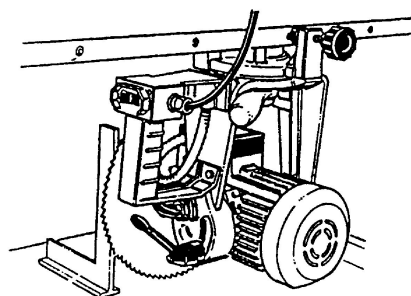
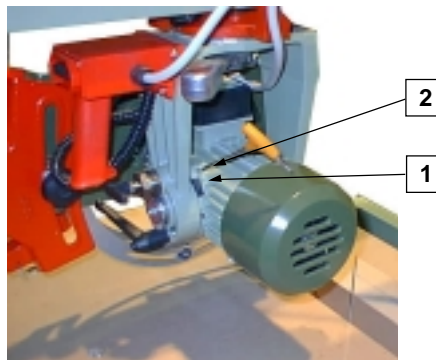
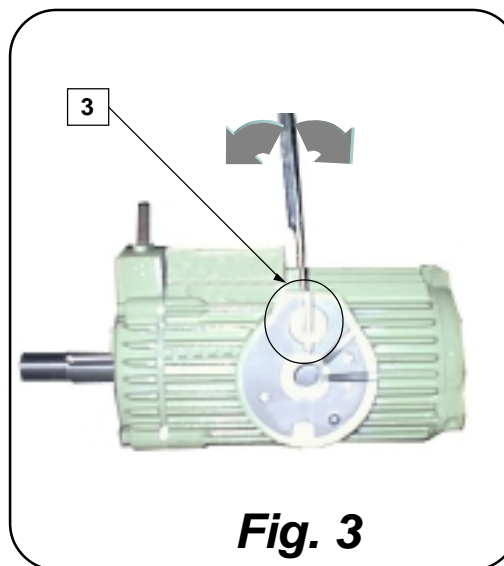

Fig. 1
Fig. 2
Fig. 3
Posizionare una squadretta a 90° a contatto della lama e verificarne la perpendicolarità. Fig. 1. Se fosse necessario fare delle regolazioni allentare la vite (1) tramite chiave Allen 4 mm. Fig. 2. Tramite un punteruolo con diametro non superiore a 4 mm inserirlo nel foro (2). Così facendo si ha la possibilità; muovendo a destra o a sinistra il punteruolo di regolare il tamburino (3) Fig. 3. situato all'interno della carcassa motore; fino al raggiungimento dell'esatta perpendicolarità. Eseguita la regolazione, è necessario riavvitare a fondo la vite (1).
Place a 90° square against the blade and check its perpendicularity. Fig. 1. If you need to make any adjustments, loosen the screw (1) with the 4 mm Allen wrench. Fig. 2. Insert a punch with a diameter of 4 mm at the most into the hole (2). Turn the punch rightwards or leftwards to adjust the drum (3) Fig. 3, located inside the motor frame until the blade is perpendicular to the work bench. After adjusting, firmly tighten down the screw (1).